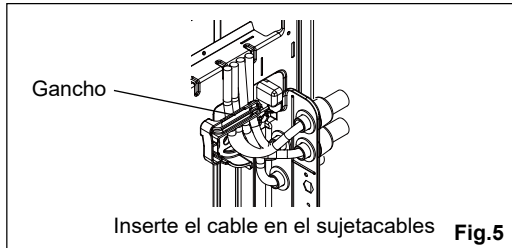

Fig.5
- (5) Inserte el cable conector y el cable de alimentación en el sujetacables a través el enganche. (Fig. 5)